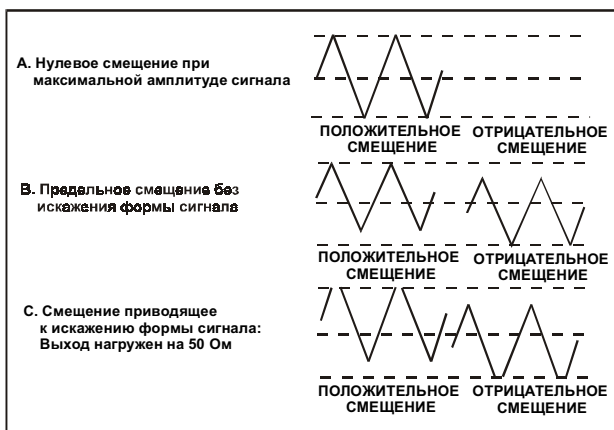

Рис. 5
1. Настройка режима постоянного смещения DC OFFSET позволяет изменять напряжение в пределах $\pm 10\text{В}$ (без нагрузки) или $\pm 5\text{В}$ (с 50 Ом-ной нагрузкой). Однако добавленный к сигналу уровень постоянного напряжения все-таки ограничен до $\pm 20\text{В}$ (без нагрузки) или $\pm 10\text{В}$ с 50 Ом-ной нагрузкой). При превышении напряжения сигнал будет обрезан, как показано на рис.5.